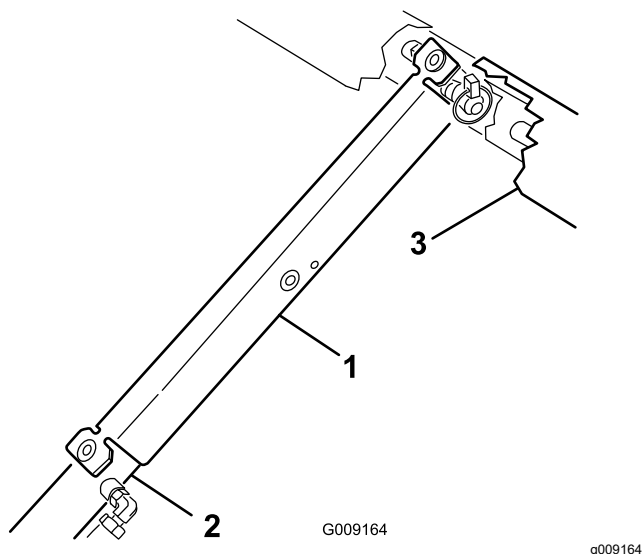

Figura 22
3. Împingeți suportul pentru platformă pe tija cilindrului i asigurați-vă că proeminențele de la capătul suportului se sprijină pe tamburul cilindrului i pe capătul tije cilindrului (Figura 22).